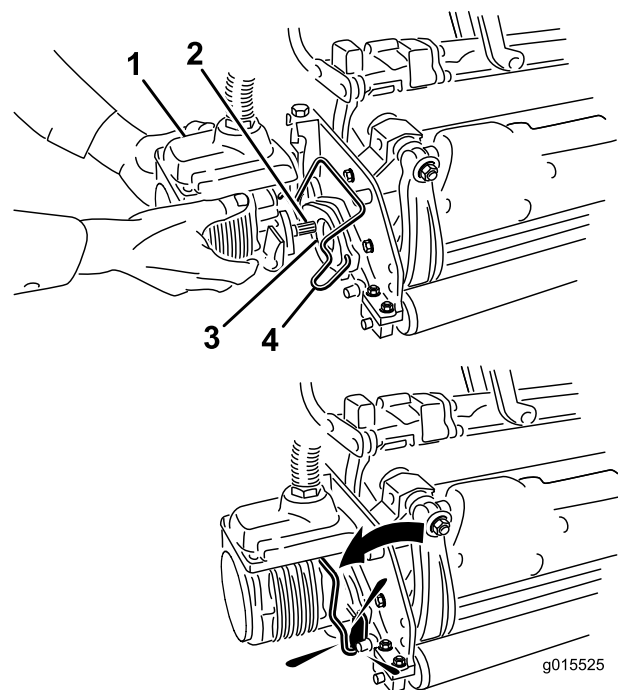

Bild 14
11. Schmieren Sie die Keilwelle des Schneideinheitmotors mit sauberem Fett ein (Bild 14).
12. Setzen Sie den Motor in die linke Seite der Schneideinheit (aus Sicht der Bedienerstellung) und ziehen die Motorbefestigungsstange an der Schneideinheit zum Motor, bis Sie einen deutlichen Klick von beiden Seiten des Motors hören (Bild 14).